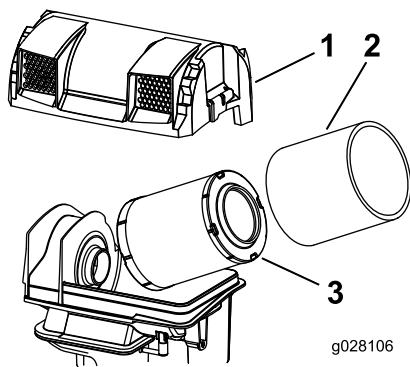

Figura 19
3. Retire los elementos de gomaespuma y papel (Figura 19).
4. Separe el elemento de gomaespuma del elemento de papel (Figura 19).
2. Instale los elementos en la base del limpiador de aire (Figura 19).